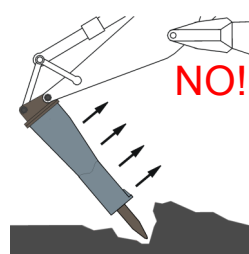

Fig.5
- Il martello demolitore NON deve essere usato come un ripper (Fig. 5).